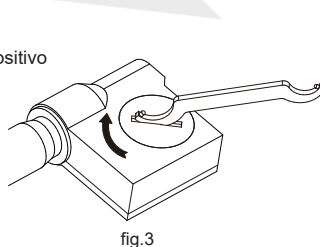

fig.3
---Incline a tampa da bateria para alinhá-la com a posição de encaixe e pressione-a para baixo; em seguida, use uma chave inglesa para girar a tampa da bateria no sentido horário para travá-la. (fig.3)